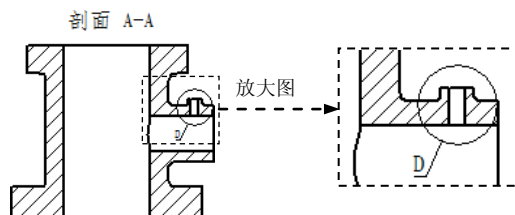

图 4.5.16 修改局部轮廓线的样式
(2) 在 **线型(L)**: 下拉列表中选择  选项, 在 **线宽(W)**: 下拉列表中选择 **.18 mm** 选项, 选中 **ESKD** 选项, 其余参数保持默认设置, 单击 **确定** 按钮完成属性的调整, 此时局部轮廓线显示如图 4.5.16 所示。